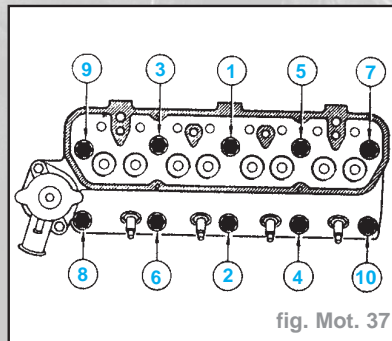

fig. Mot. 37
- Mettre en place le joint de la culasse puis la culasse, monter les vis et les serrer au couple prescrit et dans l'ordre indiqué (fig. Mot. 37) :